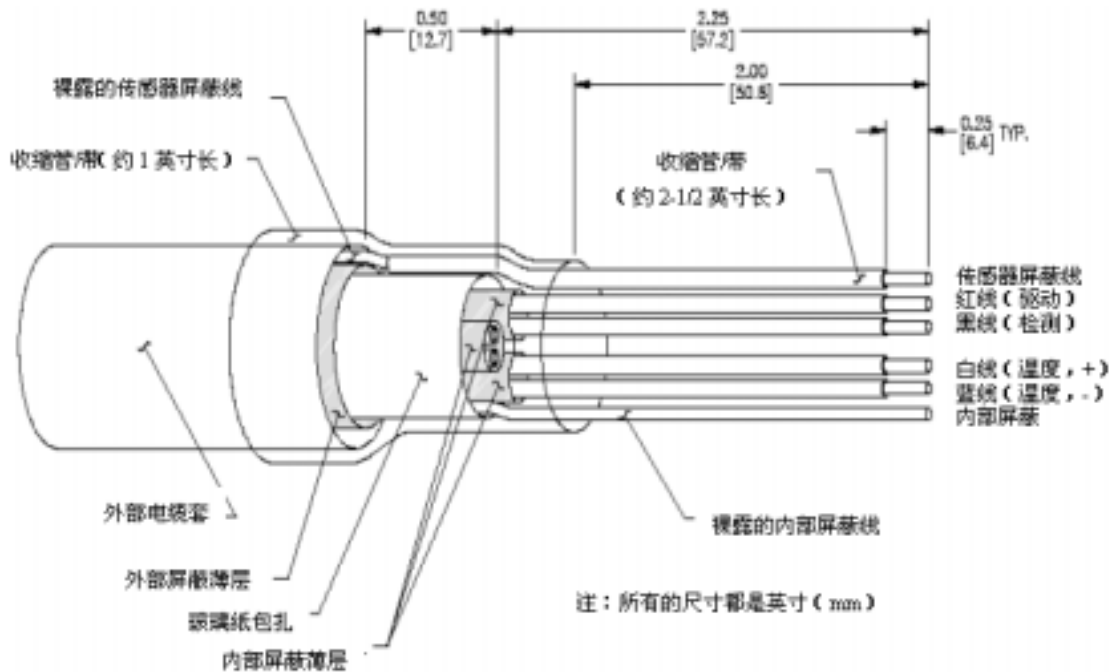

图 2-4 连接电缆接线端详图
要正确地进行连接电缆各线端的接线，参考图 2-4，按照下面这个流程进行：
5. 小心地定位 2-1/2 英寸长的收缩管或者胶带于裸露的传感器屏蔽线距离线端 1/4 英寸，如图 2-4 所示，将其与内部屏蔽线绝缘并区分开。这样做将使 1/4 英寸裸露的屏蔽线露出收缩管或者胶带，从而方便连接。
6. 小心地定位 1 英寸长的收缩管或者胶带于电缆上，如图 2-4 所示来保护线。